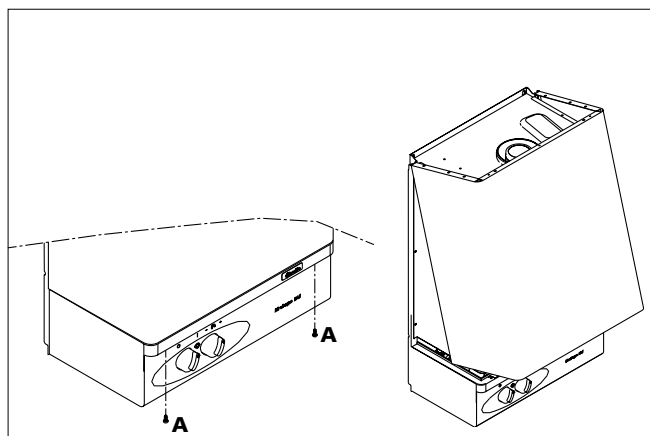

fig.14
- togliere le due viti A (fig.14)
- spostare in avanti il mantello (fig.14)
- muovere il mantello verso l'alto liberandolo dai ganci superiori (fig.14)